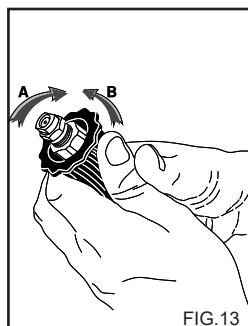

FIG.13
**SÄÄDETTÄVÄN PÄÄKAPPALEEN KÄYTÖ (Fig. 13) (valinnainen lisävaruste).**